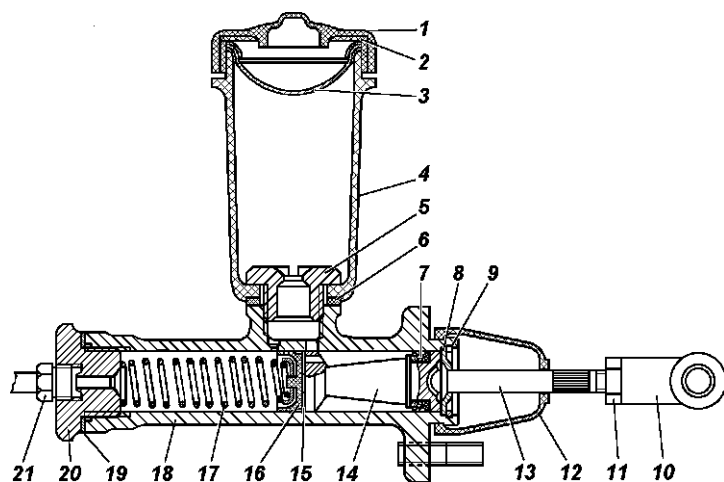

Рис. 5.4. Главный цилиндр выключения сцепления:
Положение педали выключения сцепления регулируется изменением длины толкателя 13 (рис. 5.4) главного цилиндра выключения сцепления. Полный ход педали сцепления должен быть 150 ± 20 мм. Свободный ход (5-30 мм) обеспечивается конструкцией сцепления и не регулируется.
- снимите крышку 1 (рис. 5.4) и сетку 3 наполнительного бачка;